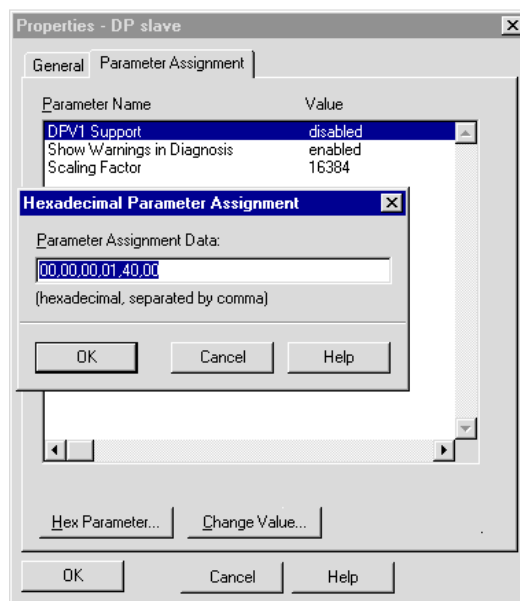

Bild 3.1 Konfiguration, CM-DPV1-Parametrierung
Die DP-Normparameter werden vom Hardwarekonfigurator selbständig auf Basis der GSD-Datei erstellt. Bei vielen Hardwarekonfiguratoren werden diese DP-Normparameter nicht visualisiert, das heißt nur die Parameter ab Byte 7 werden zum Editieren zur Verfügung gestellt; siehe hierzu auch Bild 3.1.
Um das Fenster aus Bild 3.1 manuell zu erreichen:
- Markieren Sie den DP-Slave (siehe Bild 3.1 "(3) LUST CM-DPV1").